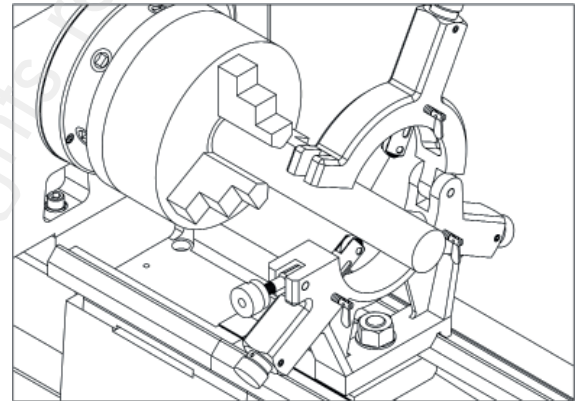

Fig. 38 Pièce montée dans la lunette fixe
4. Desserrez le bouton de verrouillage et ouvrez la lunette fixe pour pouvoir faire reposer la pièce sur les deux galets inférieurs, comme illustré sur la figure 38.